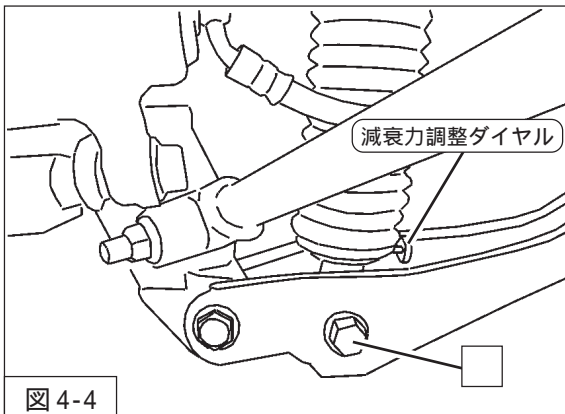

図4-4
5. ダンパーロア取付ボルト（締付トルク：110N・m）を取付けてください。（図4-4）